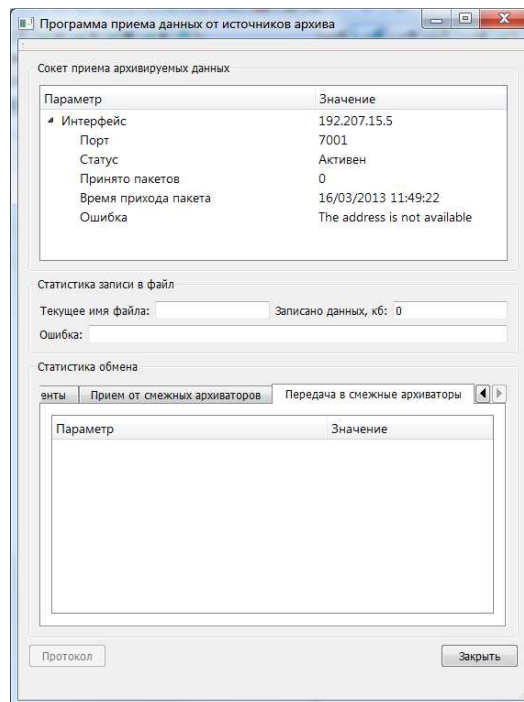

Рисунок 3.11.3 – Окно «Программа приема данных от источников архива», вкладка «Передача в смежные архиваторы»
- «Передача в смежные архиваторы» (рис. 3.11.3) – на этой вкладке расположено окно с информацией о статистике ретрансляции принятых от источников данных в смежные каналы сервера архива. Данные статистики представлены в виде дерева, в корневых узлах которого отображаются IP адрес и порт сокета ретрансляции смежного канала сервера архива, а в дочерних - статистика передачи пакетов в этот канал.